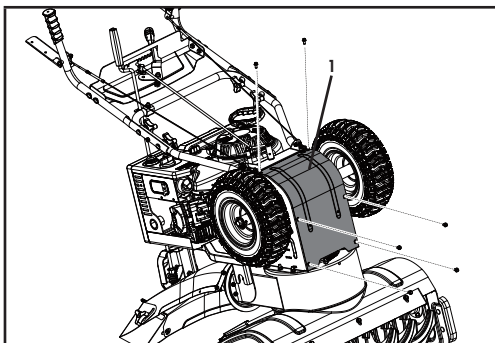

Figure 27
- Enlevez le couvercle de la base du châssis (1) du dessous de la souffleuse à neige en enlevant les 6 vis M6 × 16 qui le retiennent (figure 27).